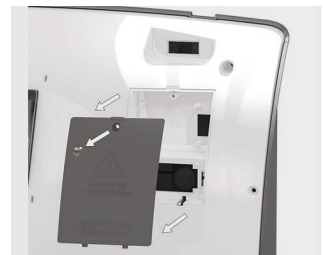

Рис. 23.
3. Снимите крышку отсека датчика CO2, отвинтив крепежный болт (рис. 23)